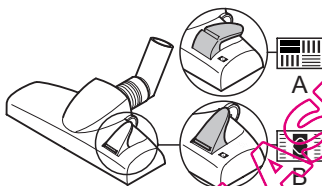

Abb. 10
5. Stellen Sie je nach Bodenbelag den Umschalter „Teppich/Hartboden“ (Abb. 10) ein:
- **Hartboden (Abb. 10/A):**
- **Teppich (Abb. 10/B):**